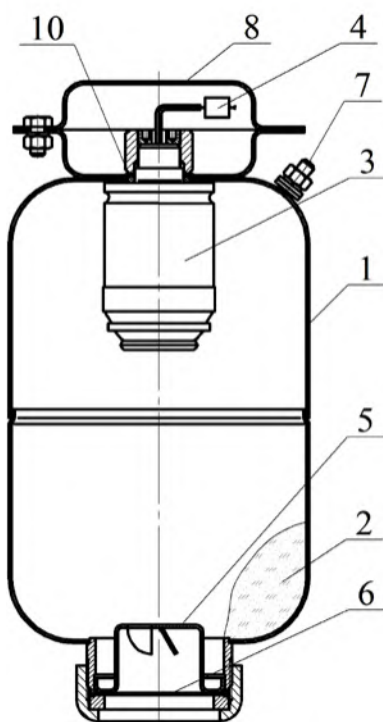
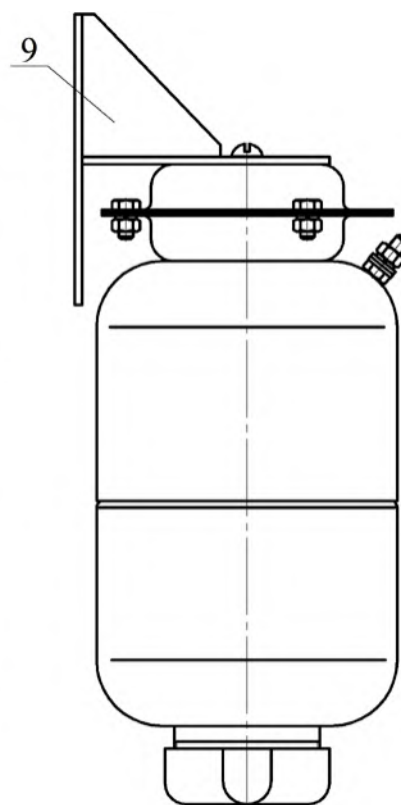

Рисунок 1
Рисунок 2
4.1.1 МПП (см. рисунки 1 и 2) состоит из корпуса **1**, в котором размещаются огнетушащий порошок (ОП) **2** и источник холодного газа (ИХГ) **3** с элементом электропусковым **4**. В нижней части корпуса находится насадок-распылитель **5**, выходное отверстие которого перекрыто мембраной **6**. Модуль имеет заземляющий зажим **7**. В верхней части МПП снабжен кронштейном **8** для крепления к потолочному перекрытию (рисунок 1) или кронштейном **9** для крепления на стене (рисунок 2).
6.2 Закрепить кронштейн **8** (см. рисунок 1) на потолке или кронштейн **9** (см. рисунок 2) на стене. Для крепления кронштейна потолочного крепления в центральной его части выполнено отверстие  $\phi 10$  мм. Координаты отверстий в кронштейне, предназначенном для крепления МПП на стене приведены на рисунке 3.
7.3 Комплект поставки для перезарядки МПП (см. рисунок 1):